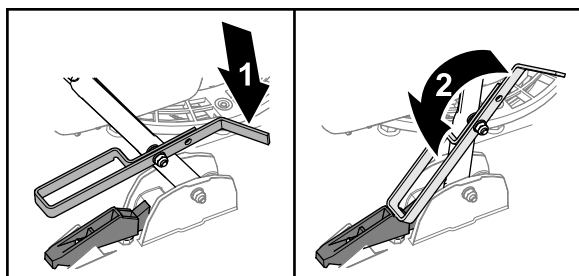

Figure 19
- Pour débloquer le guidon, soulevez-le et pivotez la cale au pied vers l'avant (Figure 19).